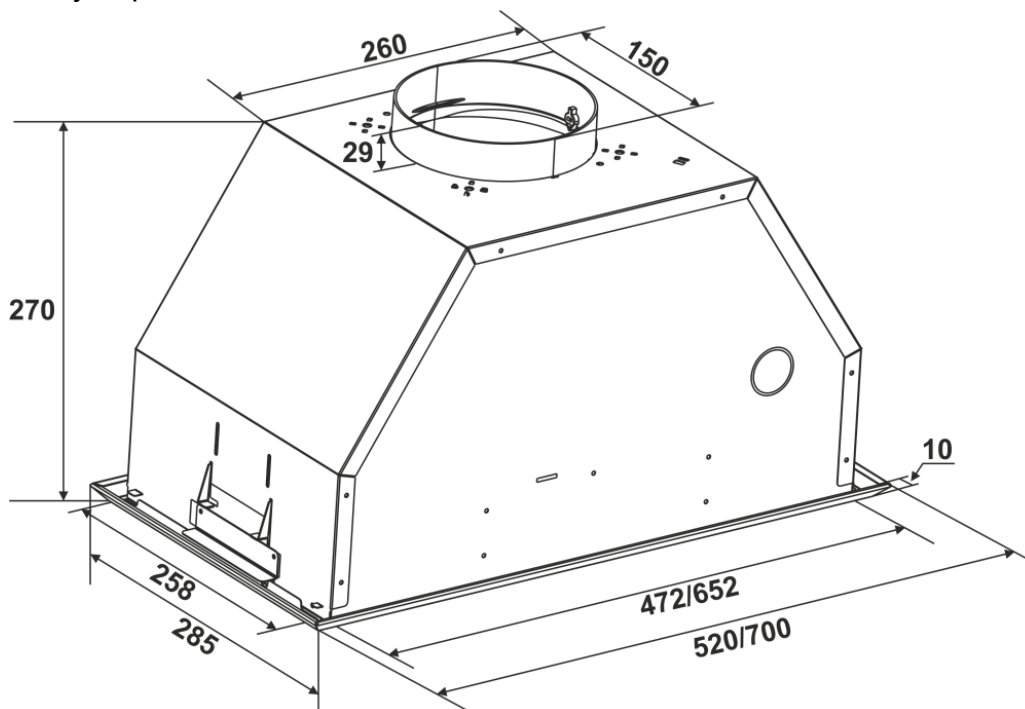

Рис.4
6.4 С учетом установленной высоты и условием прилегания вытяжки до дна нижней полки навесной мебельной шкафы по ранее изготовленному бумажному шаблона разметьте и вырежьте прямоугольное отверстие согласно габарита АХБ (рис.4) встроенной части вытяжки.